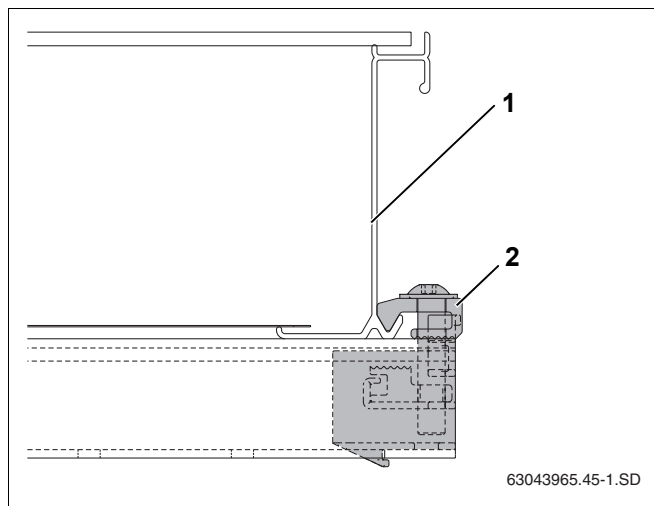

Рис. 47 Установленный односторонний зажим
- Осторожно сдвинуть коллектор (рис. 47, поз. 1) к одностороннему зажиму и выровнять в горизонтальной плоскости.
- Ключом SW5 закрутить зажим (рис. 47, поз. 2).
Теперь прижим (рис. 47, поз. 2) находится в нижней кромке коллектора.